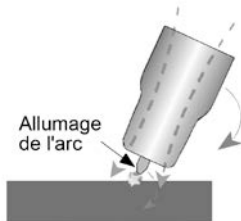

fig. 19
5. Tournez maintenant la coupelle de gaz dans le sens contraire pour soulever l'électrode de tungstène de la pièce à travailler afin de créer l'arc (fig. 19 et 20).